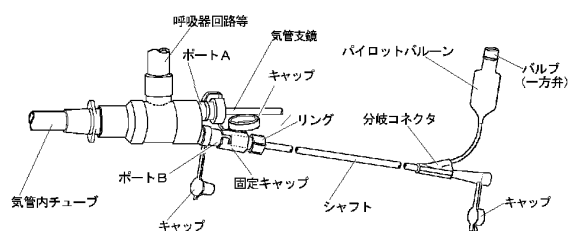

図3.
- ⑥気管支鏡下で、ブロッカーチューブのカフが気管内チューブ先端より突出するまで挿入した後、ブロッカーチューブの先端を、挿入を目的とする気管支側に向けた(ブロッカーチューブを回転させる)こと。
- ⑦ブロッカーチューブを目的とする気管支の位置まで挿入した後、末端部のスタイレットを慎重に抜き、廃棄すること。
- ⑧気管支鏡により、ブロッカーチューブ先端(カフ)の位置が変わっていないことを確認した後、カフ内に適正量の空気を注入し、気管支をブロックすること。
- ⑨カフ膨張後、ポートBの突起に固定キャップのスリットを入れ込みながら、右に回して装着(ロック)し、さらに固定キャップのリングを右に回して、ブロッカーチューブをシーベルコネクタに固定すること。(図3参照)